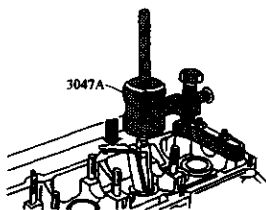

图 2-64 拆卸气门杆密封圈
9) 使用专用工具 3047A, 拆下气门杆密封圈, 如图 2-64 所示。